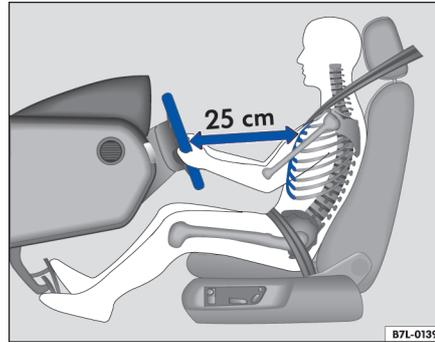

Fig. 52 Posición correcta del conductor
- Ajuste el volante hasta alcanzar la posición deseada ⇒ fig. 52.
- A continuación, tire con fuerza de la palanca ① hacia arriba ⇒
- Ajuste el asiento del conductor o el volante de modo que quede una distancia mínima de 25 cm entre el volante y el tórax ⇒ fig. 52. ¡Si no respeta la distancia mínima, el airbag no le protegerá adecuadamente y corre peligro de muerte!